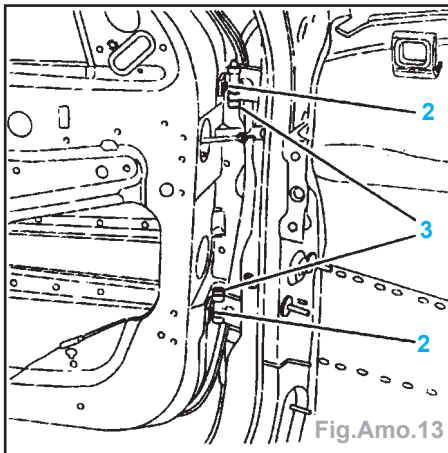

Fig.Amo.13
- Serrer sans bloquer, les vis (2) charnières sur la porte (Fig.Amo.13).
**Nota :** Les vis (3) de maintien des axes de porte sont face à face.